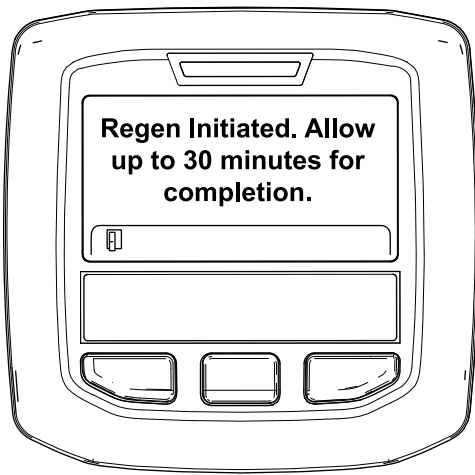

Figura 56
- Se a regeneração for permitida, surge a mensagem "Regen Initiated. Allow up to 30 minutes for completion" (Regen. iniciada. Aguarde 30 minutos até ser concluída) no InfoCenter; aguarde até que a máquina conclua o processo de regeneração em estacionamento (Figura 56).